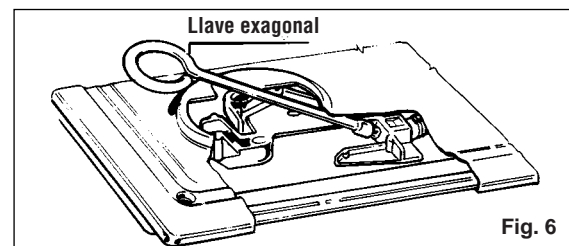

Fig. 6
- introducir una llave hexagonal de tubo dentro del soporte quemador (fig. 6). (La llave hexagonal se suministra como accesorio de la encimera).